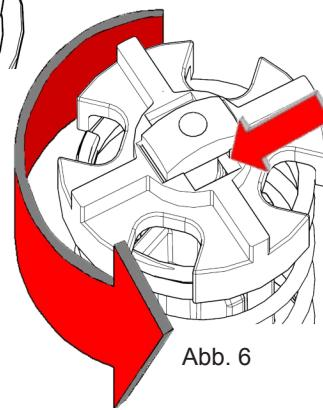

Abb. 6
3. Den Bypassventilhalter um 90 Grad nach rechts drehen, damit die Feder diesen zurück nach oben drücken kann, bis er Kontakt mit der Arretierzunge hat. Die Arretierzunge MUSS in der Ausnehmung im Bypassventilhalter sitzen (Abb. 6).